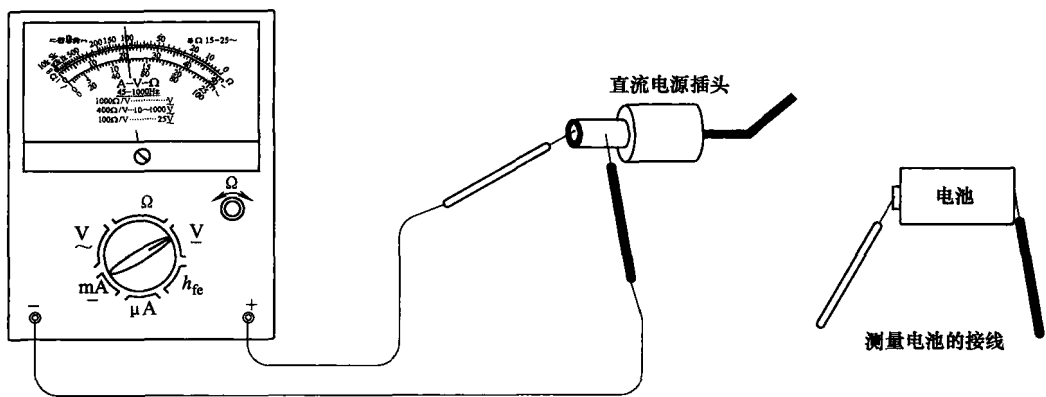

图 1-8 判断直流电压的极性及电压测量
① 表针机械零位应准确。
② 若已知直流电压数值范围，选用大于并接近其值的一挡（例如直流 24V，可使用直流 50V）；如不知直流电压大小，可先选用直流电压最高挡试测。
③ 试测。在确定电源有电的情况下，先用一只表笔接在直流电源一端，另一表笔快速“点测”一下，如果表针右偏，且不超过量程，则红表笔所接端子为直流电源的“+”，另一端为“-”；如果表针左偏，说明黑表笔所接端子为“+”，另一端为“-”，例如，用直流 250V 挡判断 110V 电源的极性，如图 1-8 所示，判断出左侧端子为“+”，且直流电压实际为 115V。
④ 若此后不再测量，应将调整旋钮置于交流电压的最高挡。